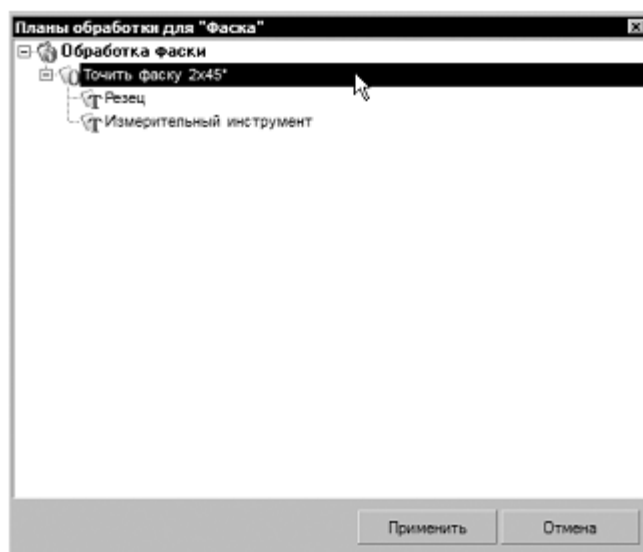

Рисунок 6.
16. Нажмите кнопку **Получить план обработки**. В открывшемся окне системой сформирован только один план обработки (рис. 6). Нажмите кнопку **Применить**.